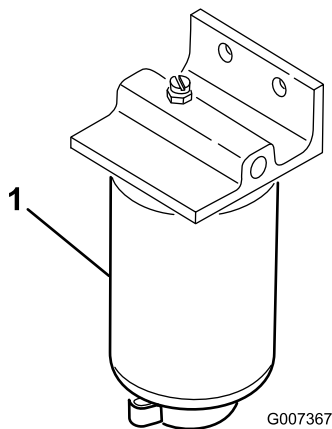

Bild 34
3. Öffnen Sie den Ablassschraube am Kraftstofffilter um ungefähr eine Umdrehung und lassen angesammeltes Wasser ablaufen (Bild 34).